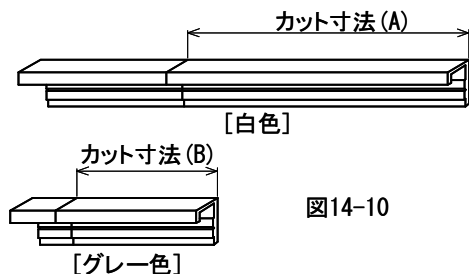

図14-10
① 見切り部材(白色とグレー色の計2本)をそれぞれ所定の長さにカットしてください。(図14-10・12・13)